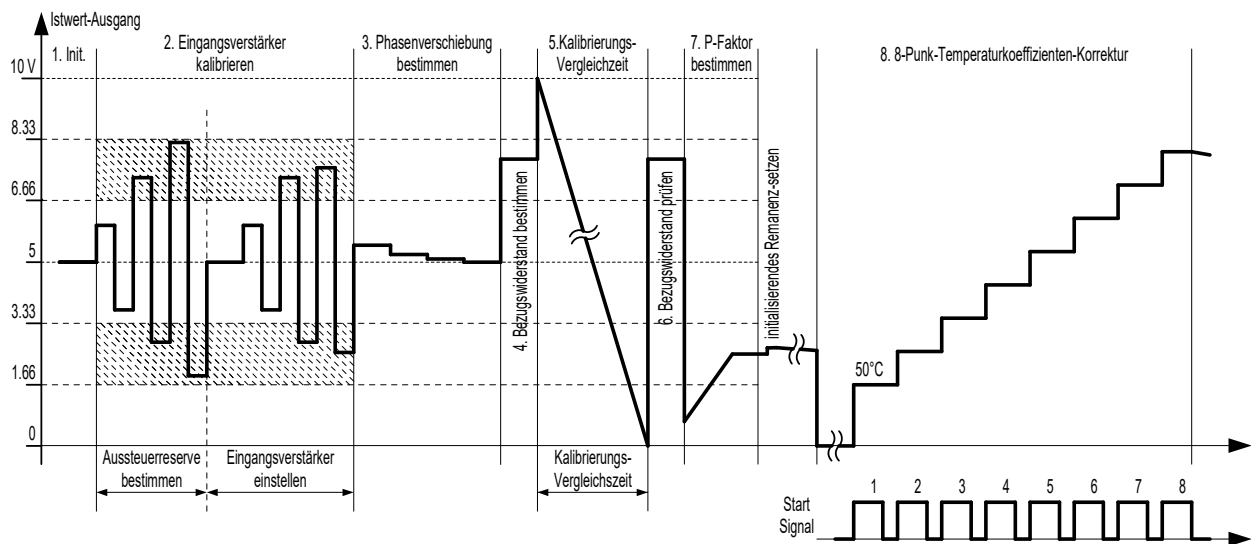

Abbildung 1: Kalibrierungsablauf
- **ohne 8-Punkt-Tk-Korrektur:** Durch Beobachten des Istwertes auf die charakteristischen Spannungsverläufe (→ Abbildung 1, Schritt 5, 6 und 7 mit anschließendem Remanenz setzen und anschließendem Abkühlen des Heizleiters von ca. 50 °C auf annähernd Umgebungstemperatur).